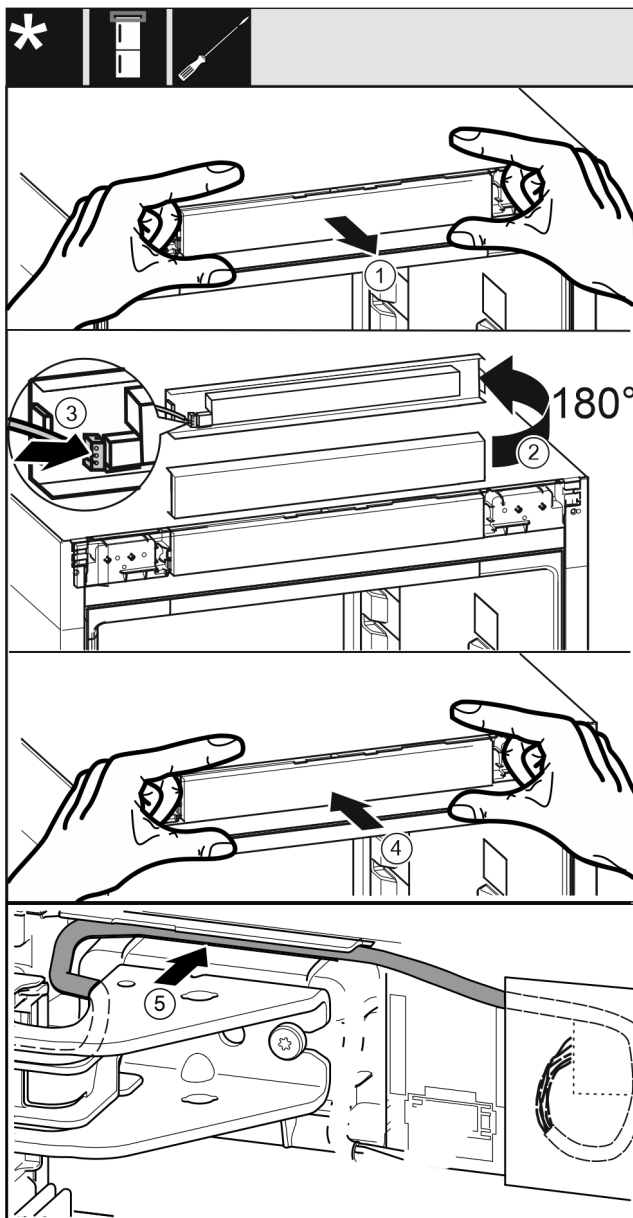

Fig. 43
- ▶ Обережно витягніть невелику панель керування. Fig. 43 (1)
- ▶ Поверніть панель на 180° вгору. Fig. 43 (2)
- ▶ Зафіксуйте штекер на невеликій панелі керування. Fig. 43 (3)
- ▶ Знову зафіксувати невелику панель керування на пристрої. Fig. 43 (4)
- ▶ Обережно розташуйте сірий кабель в напрямлюючій над верхнім опорним кронштейном. Fig. 43 (5)